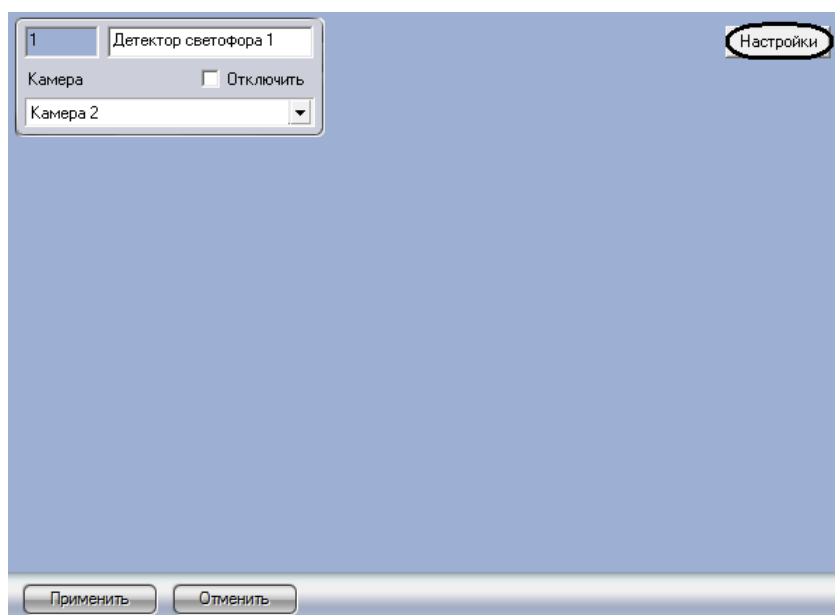

Рис. 7.5—2 Панель настроек объекта «Детектор светофора»
2. Нажать кнопку «Настройки» (см. Рис. 7.5—2).